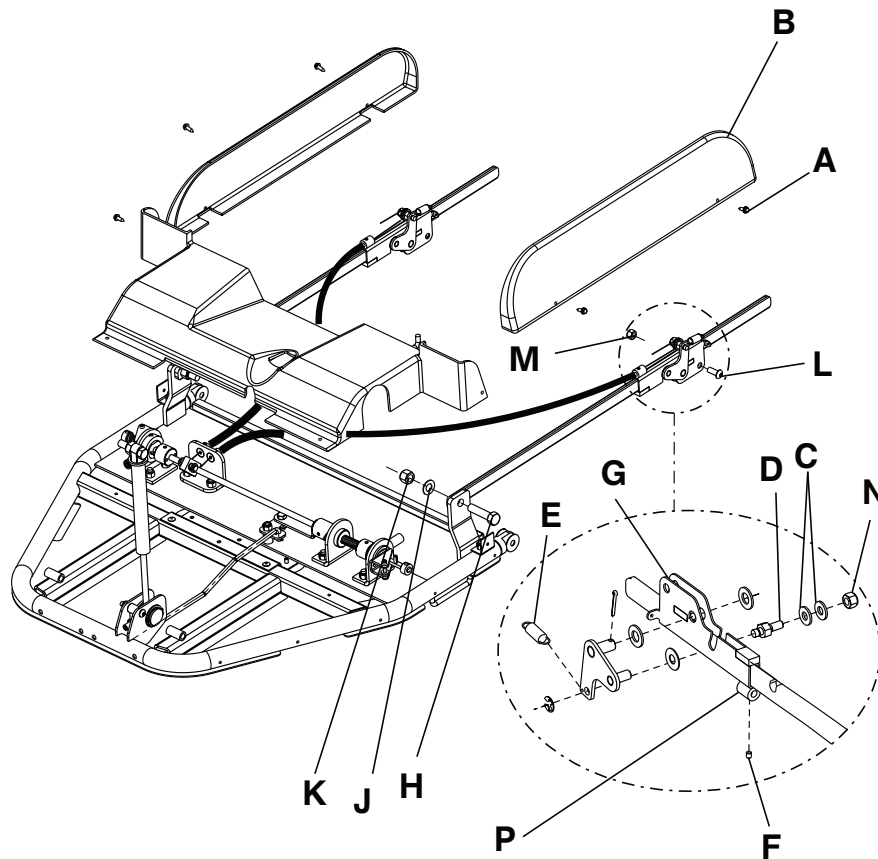

Figure 18 – Réglage du maillon de verrouillage
5. À l'aide d'un tourne-écrou de 1/4 po, retirer les vis (A) qui fixent le couvercle (B) au châssis afin de retirer le couvercle (Figure 18). Conserver toutes les pièces.
6. À l'aide de deux clés mixtes de 7/16 po, desserrer le dispositif de retenue du câble (C) et l'écrou hexagonal (D) pour permettre au câble de se déplacer librement (Figure 18).
7. À l'aide d'une pince à becs fins, retirer le ressort d'extension (E) (Figure 18). S'assurer que l'ensemble soudé de verrouillage tourne librement. Conserver le ressort d'extension.
8. Si l'ensemble soudé de verrouillage ne tourne pas librement, utiliser deux clés mixtes de 7/16 po pour desserrer la rondelle (C) et le contre-écrou nylon (N) jusqu'à ce que l'ensemble soudé de verrouillage tourne librement.
11. À l'aide de deux clés mixtes de 7/16 po, serrer le câble et l'écrou hexagonal (D) (Figure 18).
14. À l'aide de deux clés mixtes de 7/16 po, desserrer le dispositif de retenue du câble et l'écrou hexagonal (D) autour du câble.
15. Tapoter l'ensemble soudé de verrouillage avec une clé et le déplacer vers le bas jusqu'à ce que la broche de verrouillage soit à 1/16 po ou moins au-dessus de la surface du tube de verrouillage interne (G).